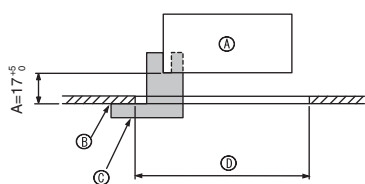
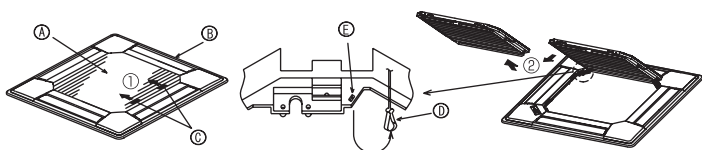
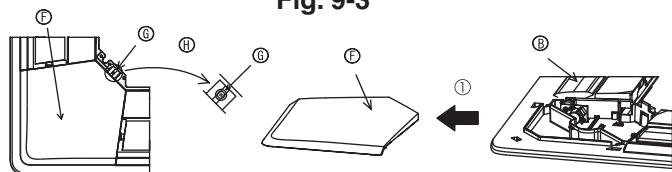

Fig. 9-2
Fig. 9-3
Fig. 9-4
①	Решетка	1	950 × 950 (мм)
②	Винт с привязной прокладкой	4	M5 × 0,8 × 25
③	Шаблон	1	(Поделен на четыре части)
④	Фиксатор	3
⑤	Винт	4	4 × 8
⑥	Винт	1	4 × 12
⑦	Беспроводной пульт дистанционного управления	1	для PLP-6BALM
⑧	Проводной пульт дистанционного управления	1	для PLP-6BAMD
9.2. Подготовка к установке вентиляционной решетки (Fig. 9-2)
- С помощью поставленного в комплекте шаблона ③ отрегулируйте и проверьте положение устройства по отношению к потолку. При неверном расположении устройства по отношению к потолку возможно прохождение воздуха или накопление конденсации.
- С) Шаблон ③ (Вставлен в устройство)
9.2.1. Удаление воздухозаборной решетки (Fig. 9-3)
- Сдвиньте рычаги в направлении, обозначенном стрелкой ①, чтобы открыть воздухозаборную решетку.
- Пока воздухозаборная решетка находится в "открытом" положении, удалите стержень воздухозаборной решетки с вентиляционной решетки в направлении стрелки ②.
9.2.2. Удаление угловой панели (Fig. 9-4)
- Удалите винт из угла угловой панели. Для удаления угловой панели сдвиньте угловую панель в направлении стрелки ①.
[Fig.9-3] [Fig.9-4]